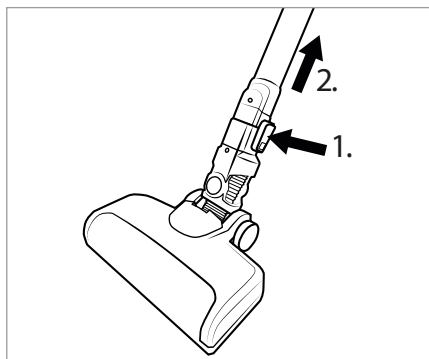

Fig. 12
- ◆ Pentru a îndepărta peria pentru podea ① din aspirator ⑤, țineți apăsată tasta de deblocare a periei pentru podea ② și trageți țeava de aspirare ③ din peria pentru podea ① (a se vedea fig. 12).